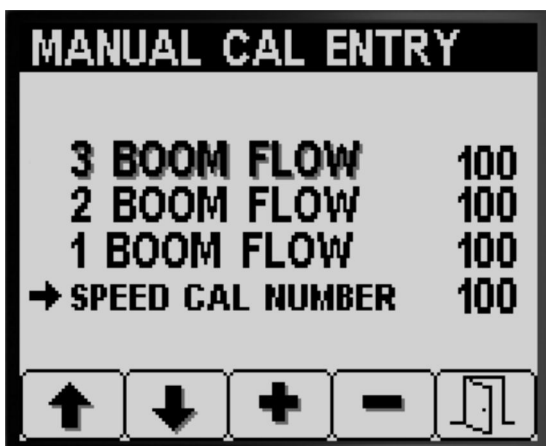

Figura 74
3. Premete il pulsante 1 o 2 per selezionare l'opzione portata barra o velocità (Figura 74).
4. Premete il pulsante 3 o 4 per modificare il valore del fattore di correzione (Figura 74).